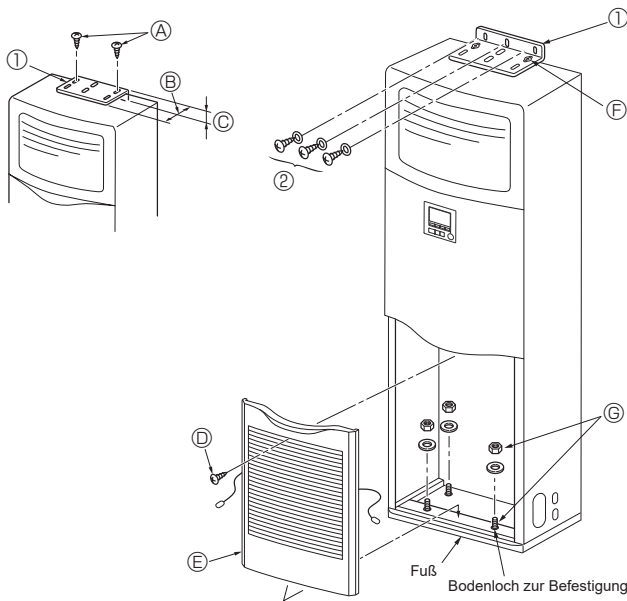

Fig. 3-2
①	Klammer, die das Umkippen verhindert	1	An der Oberseite der Anlage.
②	Blechschauben (mit Unterlegscheibe)	3	Im Luftansauggitter.
③	Isolierung (groß) für Gasrohrleitung	1
④	Isolierung (klein) für Flüssigkeitsrohrleitung	1
⑤	Band	5
⑥	Auslaufstopfen	1
⑦	Buchse (für Durchgang der Elektroleitung)	2
⑧	Schild und Etikett für Trennschalter	1
3.2. Klammer, die das Umkippen verhindert (Fig. 3-2)